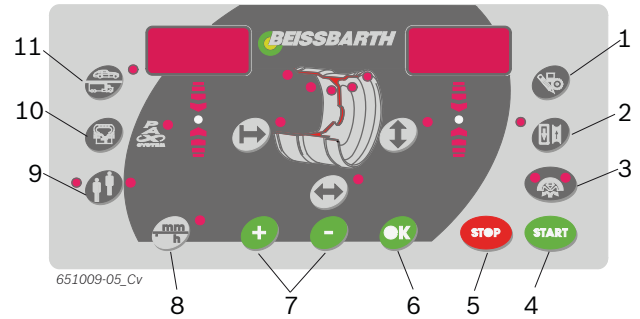

Fig. 5: Teclas do painel de comando/campo de indicação
2. Introduza o número de raios existentes com as teclas <-> ou <+> (fig. 5, pos. 7).